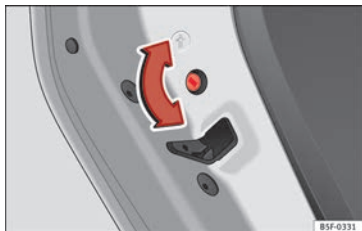

Fig. 95 Sécurité enfants de la porte gauche.
- Lorsque la porte est ouverte, tournez la rainure avec la clé du véhicule dans le sens horaire pour les portes de gauche » fig. 95 et dans le sens antihoraire pour les portes de droite.
- Lorsque la porte est ouverte, tournez la rainure avec la clé du véhicule dans le sens antihoraire pour les portes de gauche » fig. 95 et dans le sens horaire pour les portes de droite.